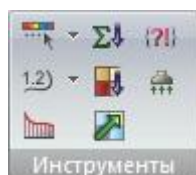

Рис.64. Панель Инструменты
- **Инструменты** (рис.64) – основные инструменты для настройки режима графического отображения схемы, а также функции по представлению результатов.